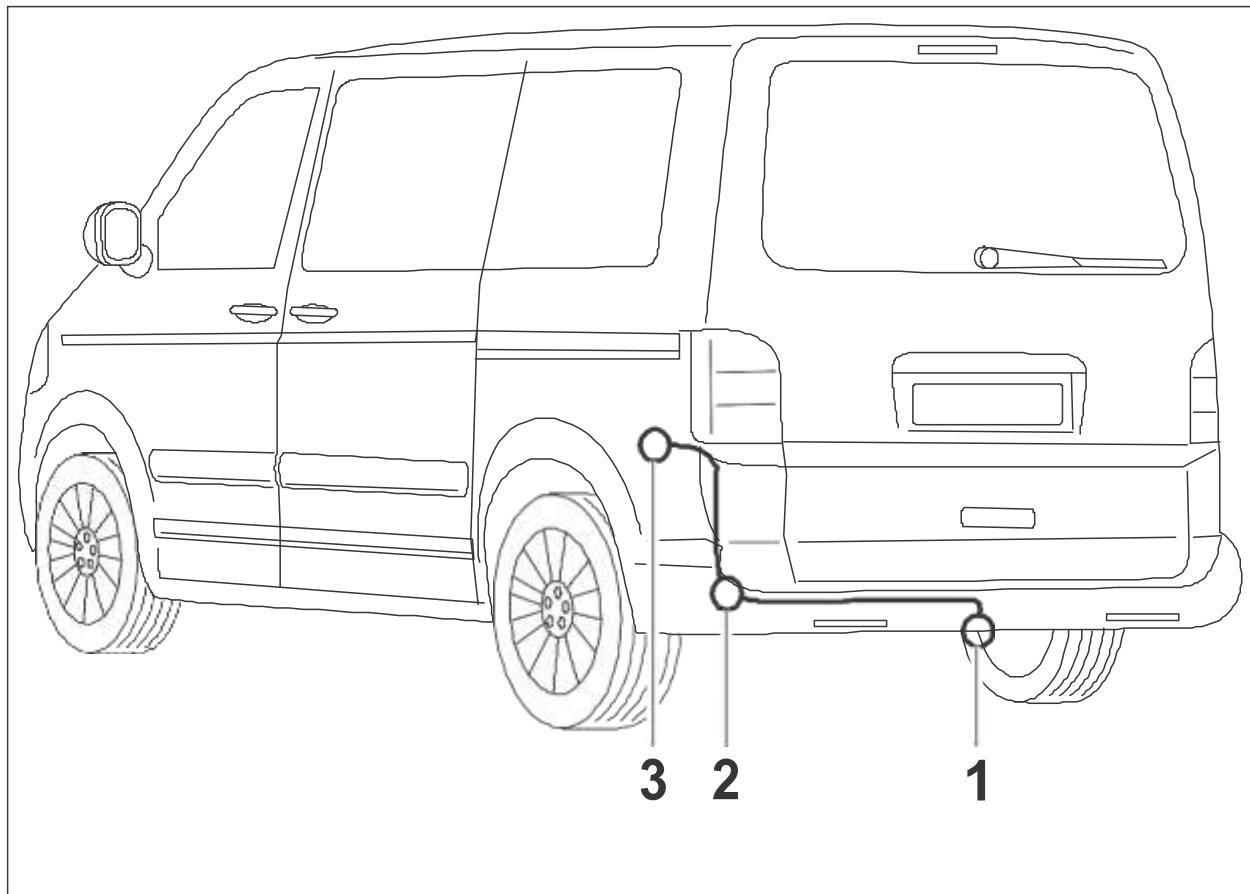

Fig. 1: Vista general del montaje
3. Tender el extremo de la caja de enchufe del juego de líneas por la boquilla de paso (fig. 1/2) del vehículo desde la parte trasera a la izquierda hacia el exterior, hasta la chapa de sujeción de la caja de enchufe (fig. 1/1). Sellar adicionalmente la boquilla de paso con la cinta de butilo incluida en el conjunto de suministro
7. Atornillar la caja de enchufe a la chapa de sujeción (fig. 1/1) con los tornillos suministrados en la caja de enchufe.
9. Montar (fig. 1/2) la boquilla de paso del vehículo en la trama de cables, deslizar a lo largo de la trama de cables desde el exterior hacia dentro del orificio del vehículo. Sellar adicionalmente la boquilla de paso con la placa hermetizante (cinta de butilo) incluida en el conjunto de suministro.
10. Introducir y encajar los conectores de 8 y 12 polos en los contra conectores correspondientes, en el punto de interconexión de la parte trasera izquierda (fig. 1/3). Dado el caso, retirar el conector puente de 8 polos presente en el vehículo (ya no se necesitará).